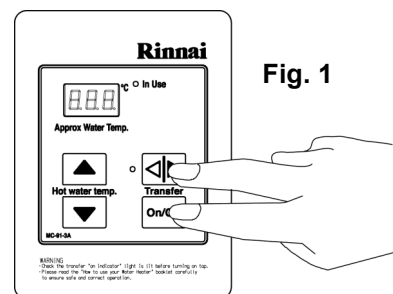

Fig. 1
**STEP 1:** Sul comando remoto principale (Master) premere e mantenere premuti simultaneamente i tasti Transfer e ON/OFF (Fig.1) fino a quando il comando emette un "beep".